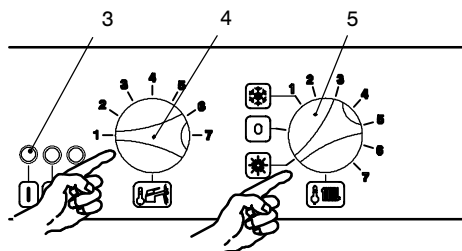
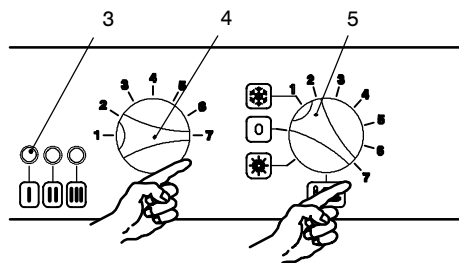

fig. 7.1
fig. 7.2
- 2 Ruotare la manopola regolazione temperatura sanitari (4) e la manopola selettore di funzione (5) in senso antiorario e posizionarle come in fig. 7.1.
- 4 Le spie di segnalazione 3 (fig. 7.1) lampeggiano alternativamente: la prima e la terza lam-
- 5 Ruotare le manopole 4 e 5 contemporaneamente in senso orario fino al massimo (fig. 7.2) e successivamente ruotarle entrambe contemporaneamente in senso antiorario fino al minimo (fig. 7.1).